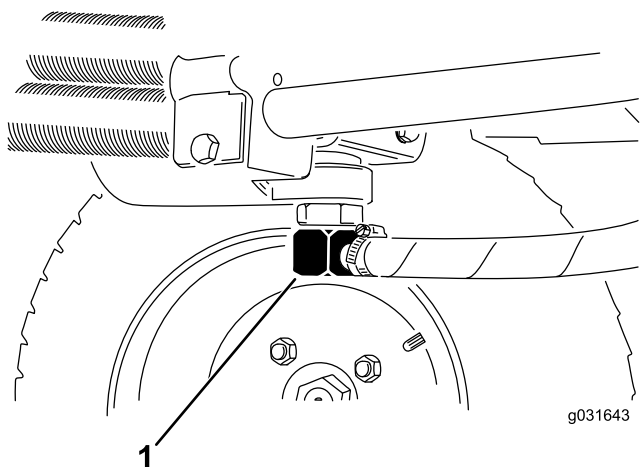
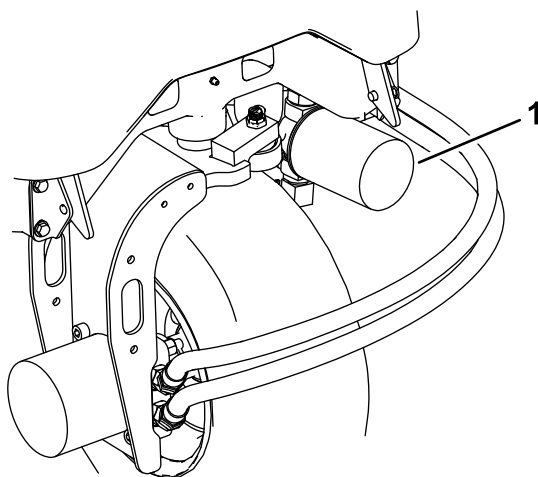

Figura 60
Figura 62
2. Desconecte el tubo hidráulico o retire el filtro hidráulico y deje fluir el fluido hidráulico en un recipiente apropiado (Figura 62 y Figura 60).
3. Vuelva a colocar el tubo cuando el fluido hidráulico se haya drenado (Figura 60).
3. Limpie alrededor de la zona de montaje del filtro, coloque un recipiente debajo del filtro y retire el filtro (Figura 62).